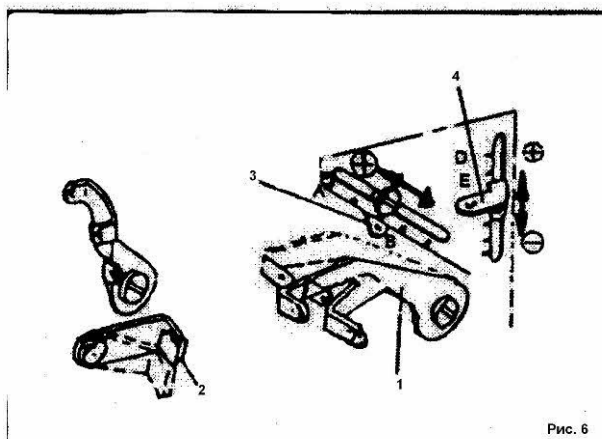

Рис. 6
3. Контроль нити петлителя, Рис. 6
Установите пластину (3), как показано на рис. 6: при использовании полиэфирной нити следуйте пункту А, при подшиве низа следуйте пункту В.
Установите пластину (4), как показано на рис. 6: при использовании